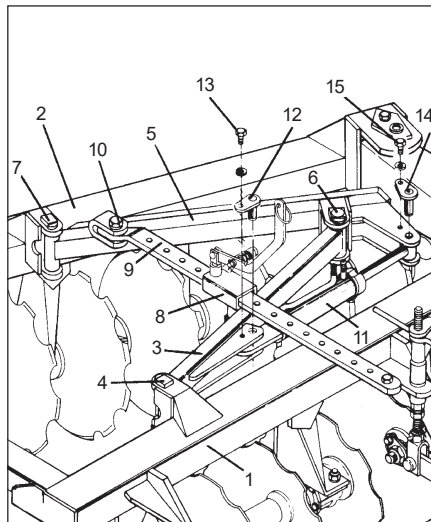

FIGURA 10
- armar el cilindro hidráulico (11), de manera que la base del cilindro quede colocada en la barra estabilizadora delantera (3), a través del perno (12), trabando con el tornillo (13), y el vástago del cilindro fijada en la barra estabilizadora trasera (5), a través del perno (14), trabando con el tornillo (15), **Figura 10.**